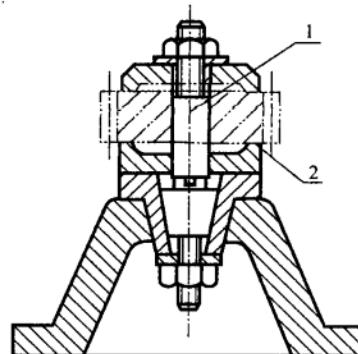

图 2.8 滚齿时齿坯定位简图
**(26)** 图 2.8 为滚齿时齿坯的定位和所用的夹具的简图。根据六点定位原理,试分析各个定位元件所消除的自由度。如果属于欠定位或过定位,请指出可能出现什么不良后果,并提出改进方案。